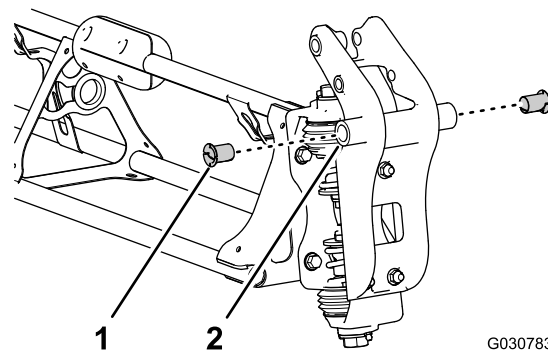

Figure 99
2. Insérez des bagues à embase en nylon dans le trou de 31,8 mm de chaque côté de la fixation de pivot (Figure 99).